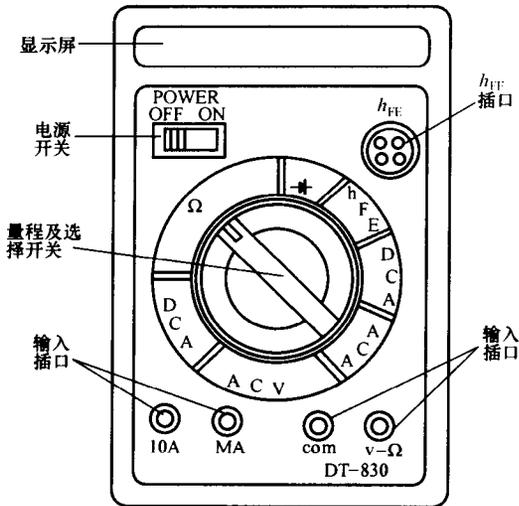

图 1-20 DT830 数字万用表外形图
(2) 数字式万用表。数字万用表又称数字多用表,采用数字化测量技术,各种被测量均转换成电压信号,并以数字形式显示出来。具有准确度高、分辨力高、测量速率快、测量种类多、测量范围宽等特点。数字多用表面板上的功能一般有液晶显示器、量程开关、输入插孔、 $h_{FE}$ 插孔、电源开关。DT830 数字万用表的面板外形图如图 1-20 所示。